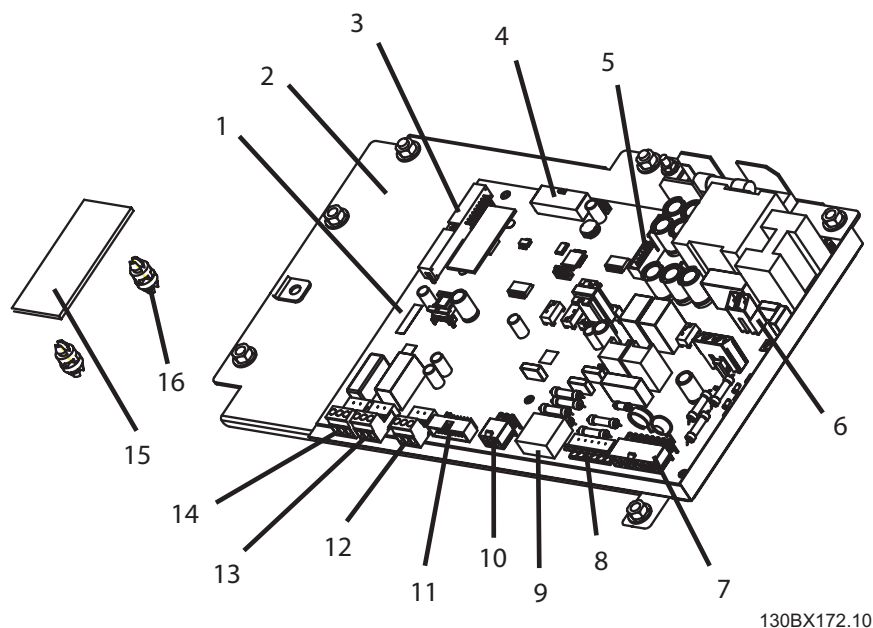

图 7.2: 功率卡和固定板
3. 要连同功率卡一起拆卸功率卡固定板，请拔下连接器 MK100、MK102、MK105、MK106、MK107 和 MK109（请参阅图 7-2）。